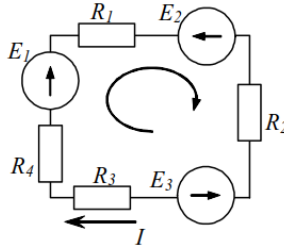

Рисунок 1.6 – Замкнений контур
- для замкнутого одноконтурного кола (рисунок 1.6).